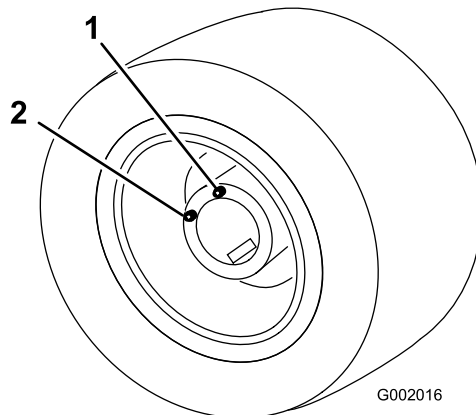

Figura 82
5. Desloque o veículo lentamente até a roda ficar na posição de enchimento (Figura 82).